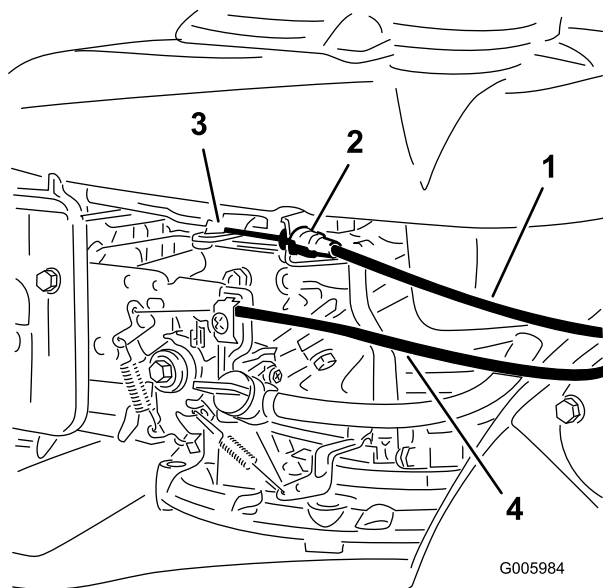

**Figure 5**
**Remarque:** Le guidon dispose de deux positions de réglage en hauteur (Figure 5). Réglez le guidon à la hauteur la plus confortable pour vous.